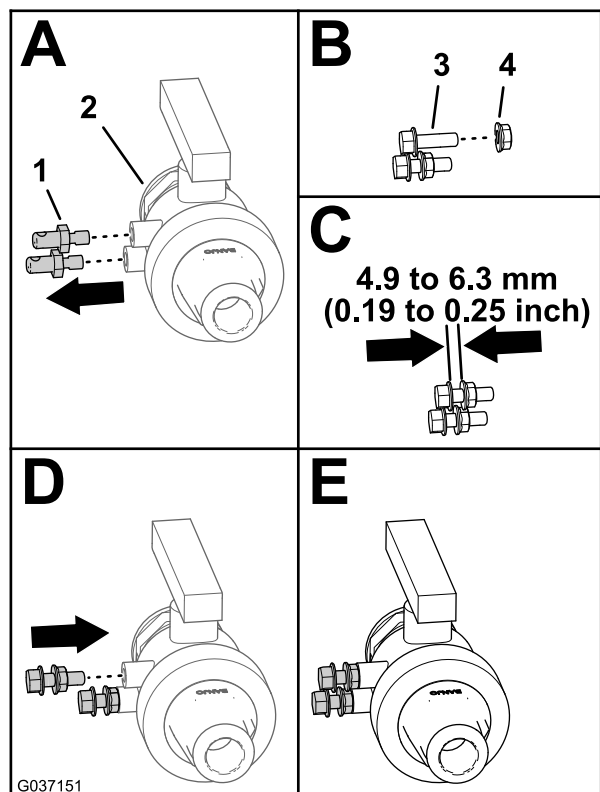

図 12
4. 図 12のBとCに示すように、フランジヘッドボルト5/16 x 1 インチ2本にフランジナット5/16 インチを取り付ける。